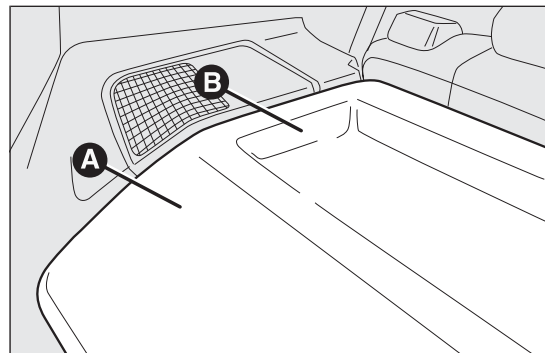
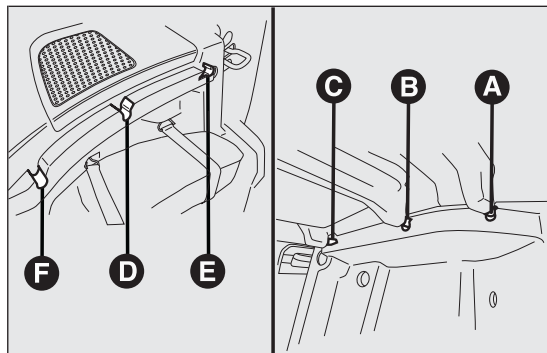

fig. 69
fig. 70
La bandeja fig. 69 está formada por dos partes.
- ☐ abrir el portón del maletero y levantar la parte delantera A fig. 69 soltando el perno A fig. 70 del alojamiento F fig. 70;
- ☐ levantar la parte trasera B fig. 69 soltando los pernos B y C fig. 70 del alojamiento D y E fig. 70;